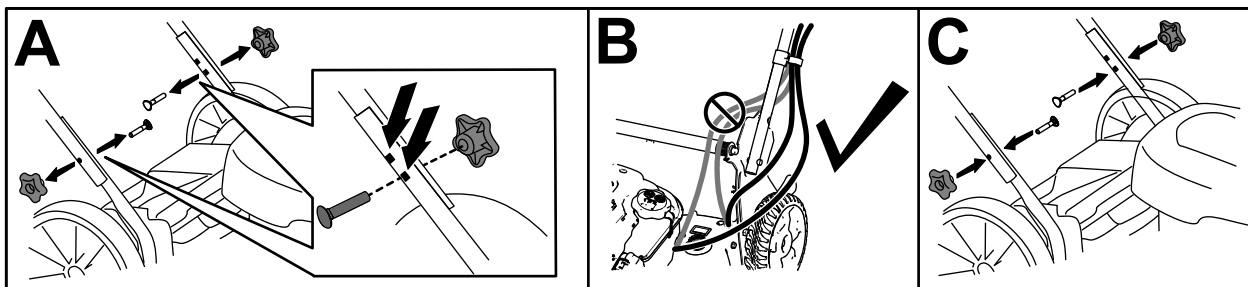

Figura 10
1. Retire los pomos del manillar y los pernos correspondientes de las secciones inferiores del manillar (Figura 10, A).
2. Mueva el manillar a una de dos posiciones (Figura 10, A).
3. Asegúrese de colocar los cables en el exterior del manillar (Figura 10, B).
4. Instale los pomos del manillar con los pernos correspondientes y apriételos firmemente a mano (Figura 10, C).